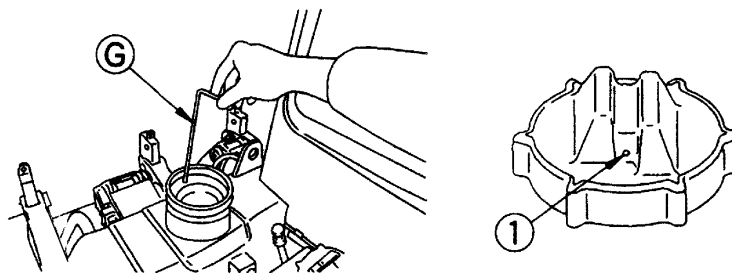

FIGURA 5-3
5. Puxe a vareta medidora de nível do combustível (G) e verifique. Se o nível estiver baixo, reabasteça o reservatório de combustível. Verifique se o furo de respiro da tampa (1) está desobstruído (Figura 5-3).